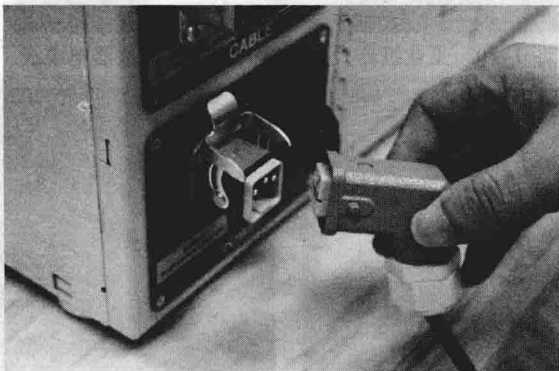
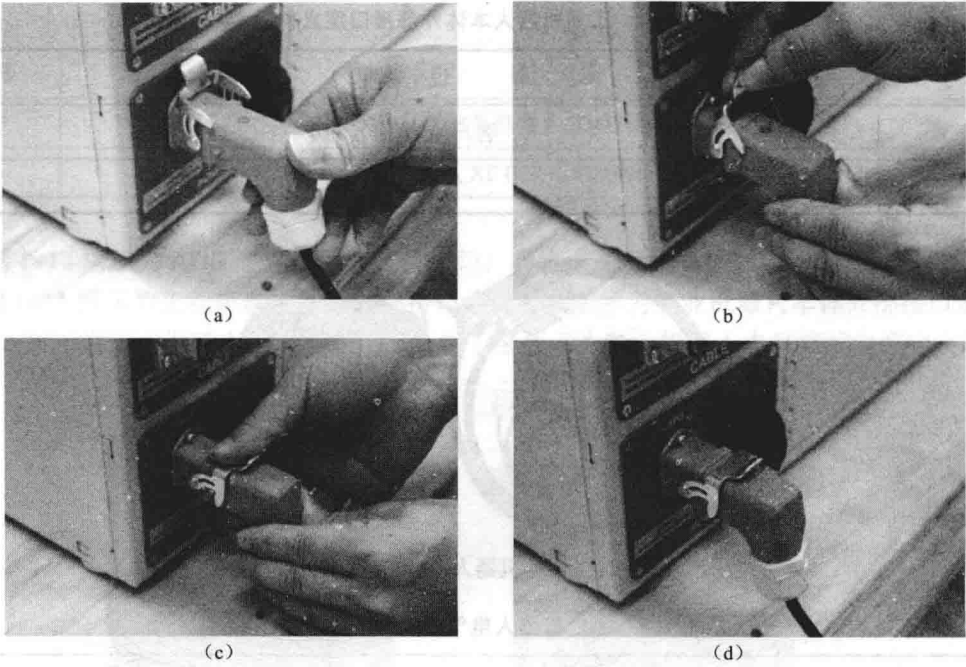

图 1-17 工业机器人控制器安装电源电缆线
图 1-18 工业机器人控制器电源电缆安装过程
(1) 给工业机器人控制器安装电源电缆线，安装过程示意如图 1-17 和图 1-18 所示。